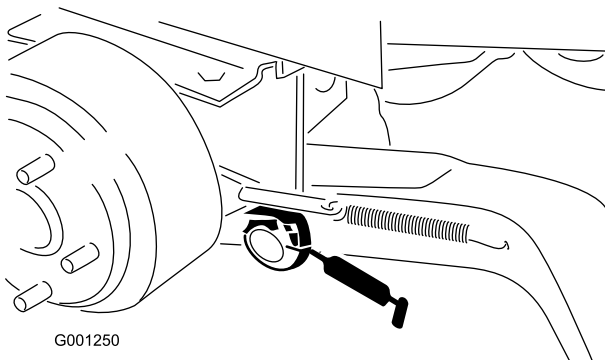

Bild 37
- Büchsen des Hubarmgelenks (Bild 37)